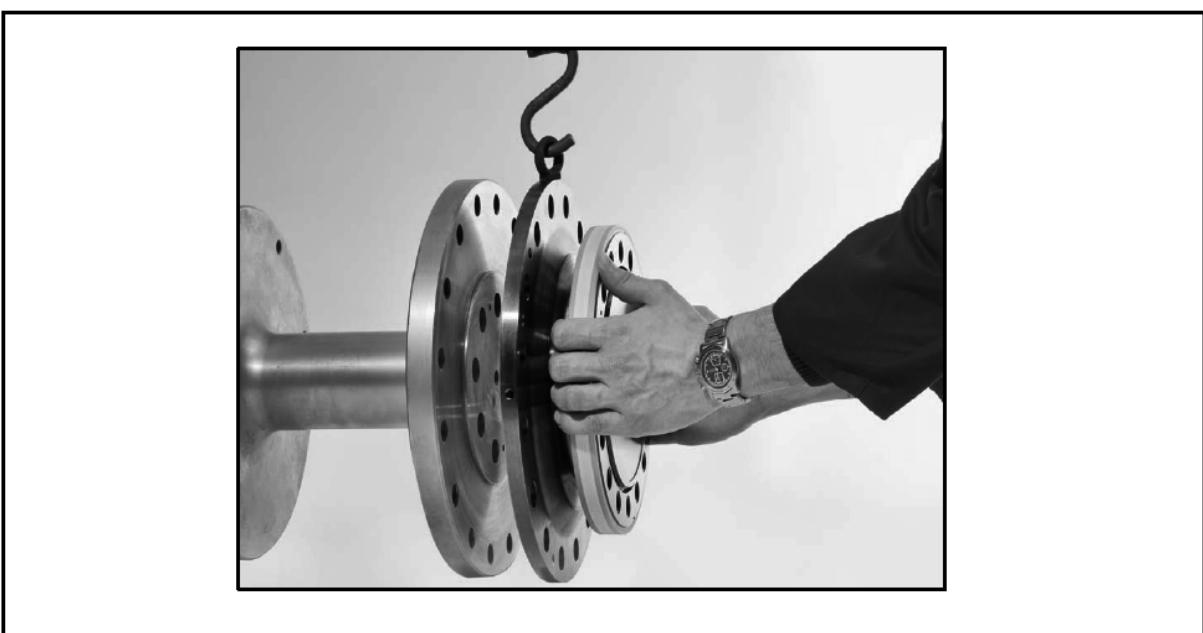

図4.3:ローターの取付け（横方向）
3. ローターを図4.3のように横向きに取り付ける場合は、一方のアイボルトを取り外します。